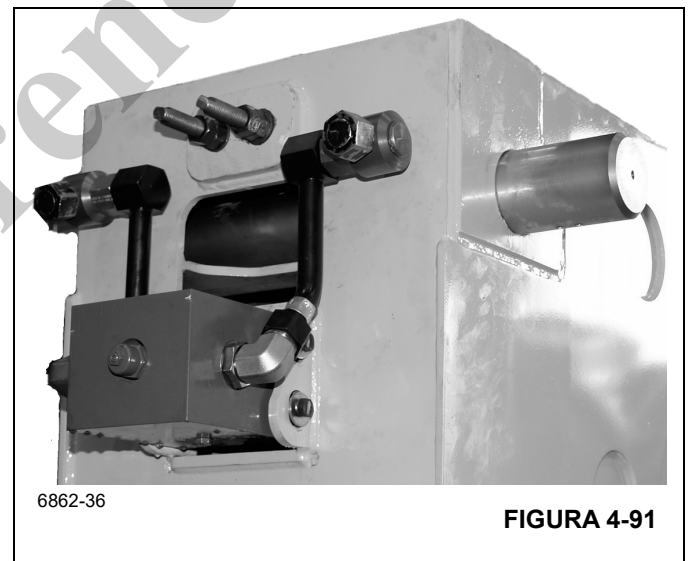

FIGURA 4-91
11. Conecte el bloque de lumberas con la tubería (Figura 4-91).